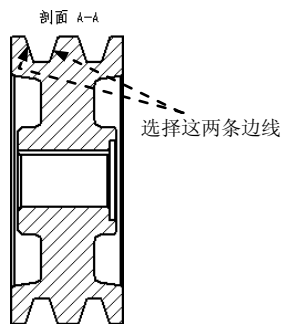
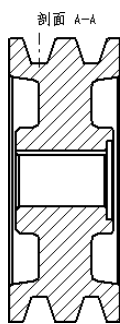

图 10.1.10 定义参照边线
图 10.1.11 标注中心线
- (1) 单击 **主页** 选项卡 **注释** 区域中的  命令，系统弹出“中心线”命令条。
- (2) 在“放置选项”下拉列表中选择 **用 2 条线** 选项，然后选择图 10.1.10 所示的两条边线，结果如图 10.1.11 所示。